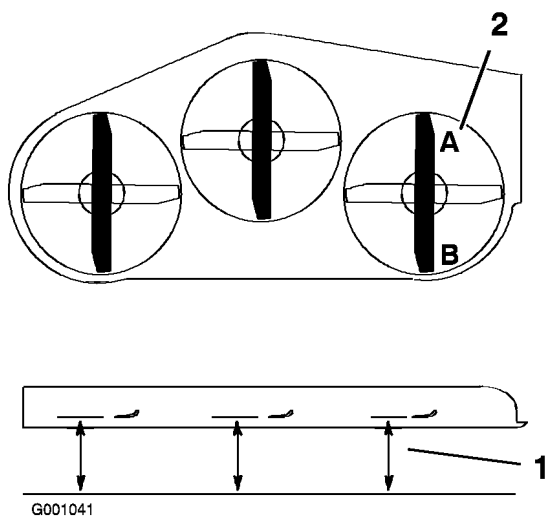

Figura 62
1. Coloque la cuchilla **derecha** en posición longitudinal (Figura 62).
2. Mida la cuchilla derecha en la posición **A** desde una superficie nivelada hasta el filo de corte del extremo de la cuchilla (Figura 62).
4. Mida la cuchilla derecha en la posición **B** desde una superficie nivelada hasta el filo de corte del extremo de la cuchilla (Figura 62).
6. La cuchilla del cortacésped debe estar entre 6 y 10 mm (1/4 y 3/8 pulg.) más baja en la posición **A** que en la posición **B** (Figura 62). Si no es correcta la distancia, continúe con los pasos siguientes.